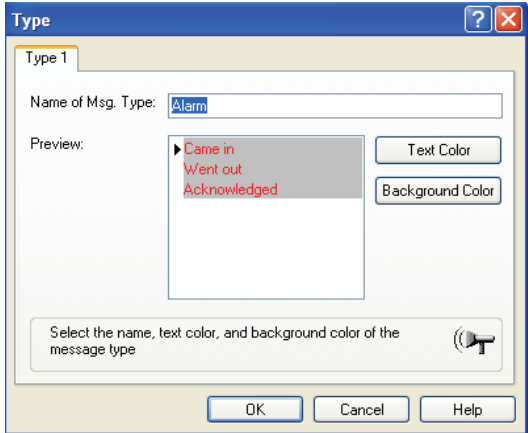

图 8-13 “Type”对话框
2) 在数据窗口中选择消息类型，右键单击选择“Properties”命令，打开“Type”对话框，如图 8-13 所示。